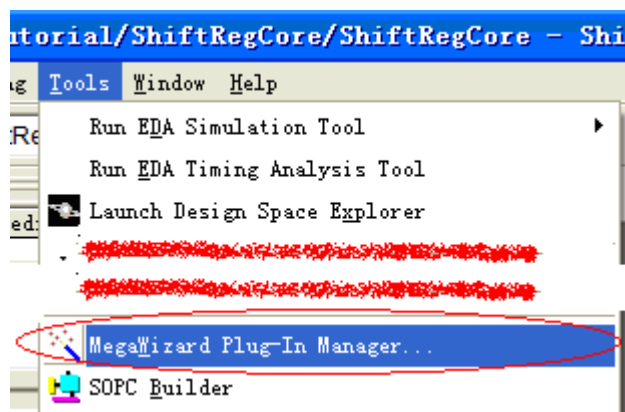

图 5-1 MegaFunction 菜单
3. 用 MegaFunction 创建移位寄存器模块, 首先点击菜单项 Tools->MegaWizard Plug-In Manager…。如图 5-1。